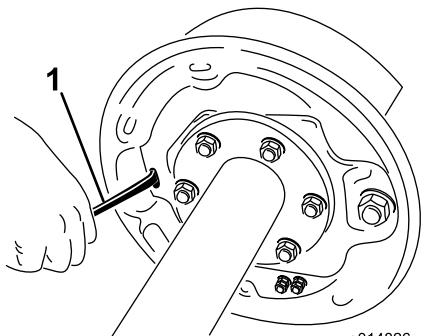

Figura 62
4. Con un cacciavite ruotate la ruota a stella del gruppo di regolazione per allargare le ganasce (Figura 62).